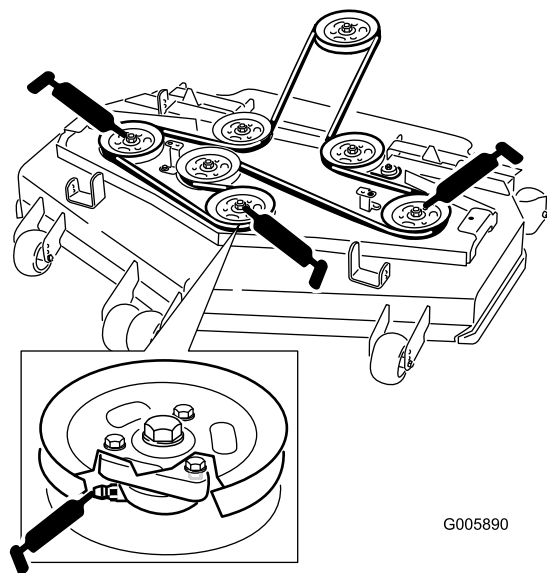

Figura 30
4. Ingrassate i tre cuscinetti del mandrino sotto le pulegge finché il grasso non fuoriesce dalle tenute inferiori (Figura 30).
5. Lubrificate i raccordi sui bracci di spinta (Figura 30).